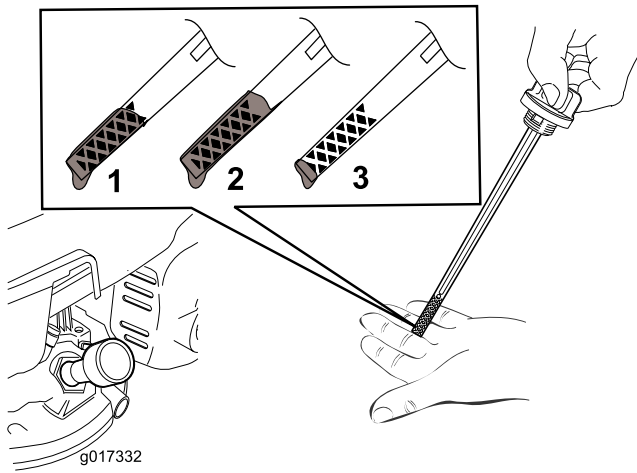

Figure 7
2. Retirez la jauge (Figure 7).
Remarque: Versez de l'huile dans le carter moteur jusqu'à ce que la jauge indique le niveau correct, comme montré à la Figure 7. Si vous remplissez excessivement le carter moteur, vidangez l'excédent d'huile comme expliqué sous Vidange de l'huile moteur (page 16).